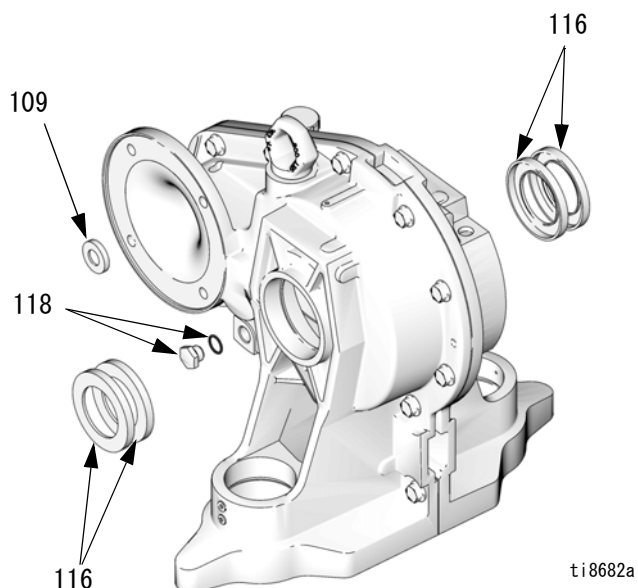

図 24. ギア減速機シール
5. 4 本のネジ (12) およびカバー (21、32) を取り外します。
6. 図 24 を参照してください。ギア減速機のモーター側で、油抜きプラグ (118) をねじって外し、ガスケットを取り外します。入力シール (109) を硬化させた板金ネジで貫通し、引き出します。